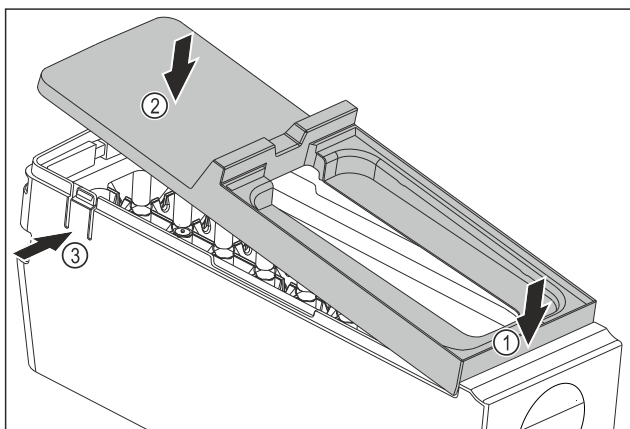

Fig. 180
- Sumontuokite EasyTwist-Ice korpuso dangtį: uždėkite dangtį priekyje. Fig. 180 (1)
- Nuleiskite dangtį gale. Fig. 180 (2)
- Dangtis girdimai užsifiksuoja abiejose plokštelėse Fig. 180 (3).